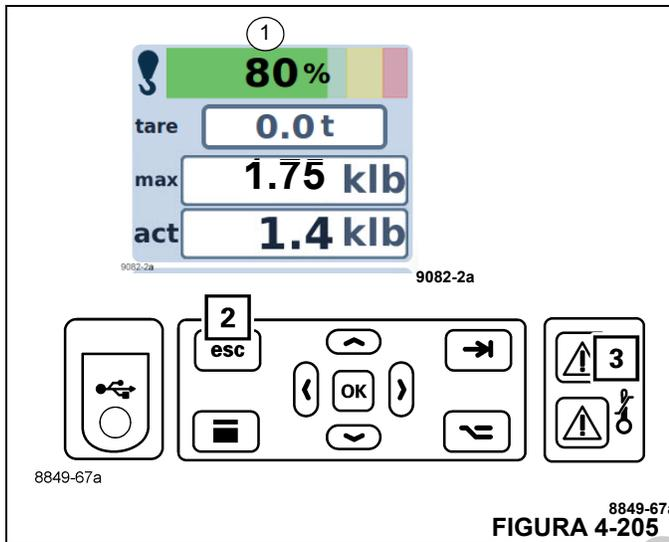

FIGURA 4-205
- Suena un tono intermitente del zumbador. Después de cinco segundos, puede apagar el tono del zumbador utilizando el botón (2, Figura 4-205).
- La luz (3) se ilumina.
- La pantalla (1) muestra el grado de utilización actual; por ejemplo, 80 % de la barra es de color verde.